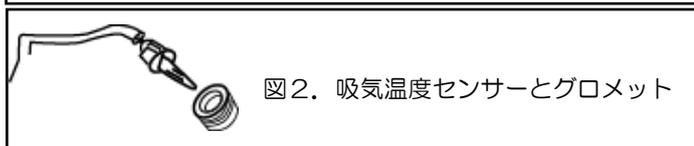

図2. 吸気温度センサーとグロメット
- ⑤エアクリーナーケースを取り外します。その際図2のセンサーを抜き取った後、ケースからグロメットを取り外してください。SUS パワー装着時再使用します。サクションパイプから純正ホースバンドを外してください。SUS POWER の装着ではキット付属のホースバンドを使用します。